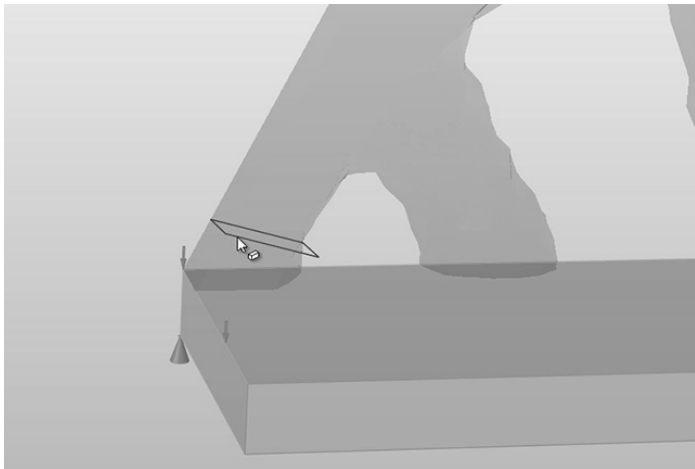

图 15-5
- 3) 将光标移至优化后的形状上预览初始剖面，然后单击鼠标左键开始在图 15-5 所示的位置创建 PolyNURBS。注意：在预览剖面时，可以反复移动鼠标来更改剖面的角度。